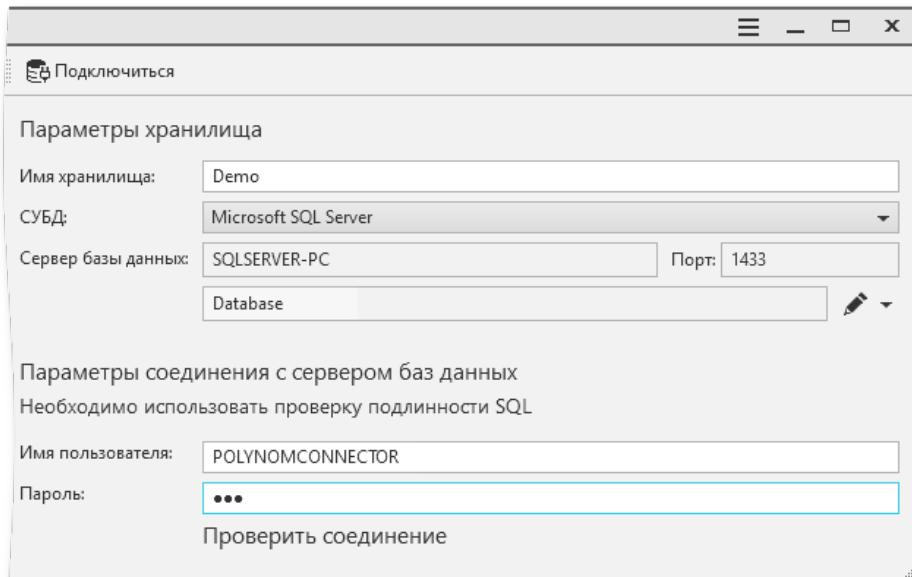

Рис. 3.29
- На вкладке **Параметры хранилища** укажите параметры соединения с сервером базы данных и нажмите кнопку **Проверить соединение** (рис. 3.29).